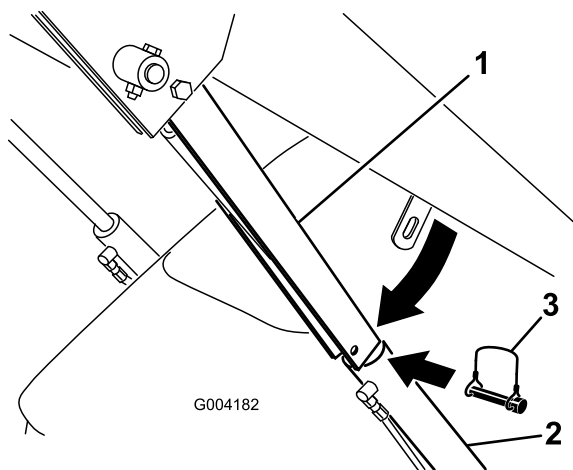

Figure 19
4. Enlevez la goupille à anneau qui fixe le verrou de vérin au bras de la chargeuse (Figure 19).
5. Abaissez le dispositif de blocage sur la tige du vérin et fixez-le en position à l'aide de la goupille à anneau (Figure 19).